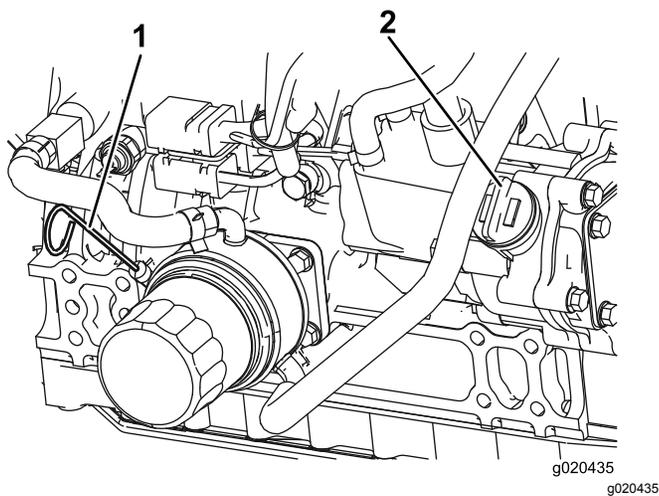

Figura 8
3. Togliete l'asta di livello, pulitela strofinandola, rimettetela nel tubo ed estraetela di nuovo. Il livello dell'olio deve raggiungere la tacca di PIENO (Full) (Figura 8).
4. Se l'olio non raggiunge la tacca FULL, togliete il tappo di riempimento (Figura 8) e aggiungete olio finché il livello non raggiunge la tacca FULL. **Non riempite troppo.**